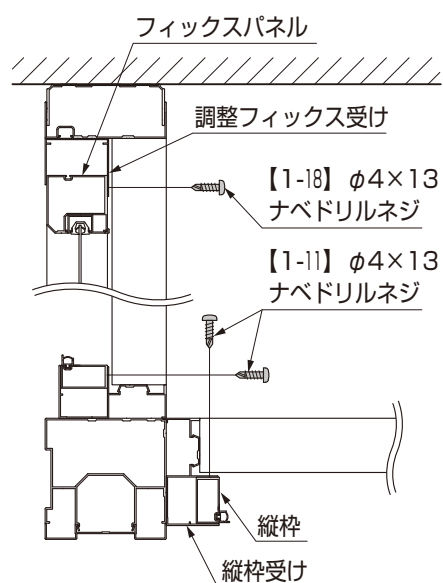
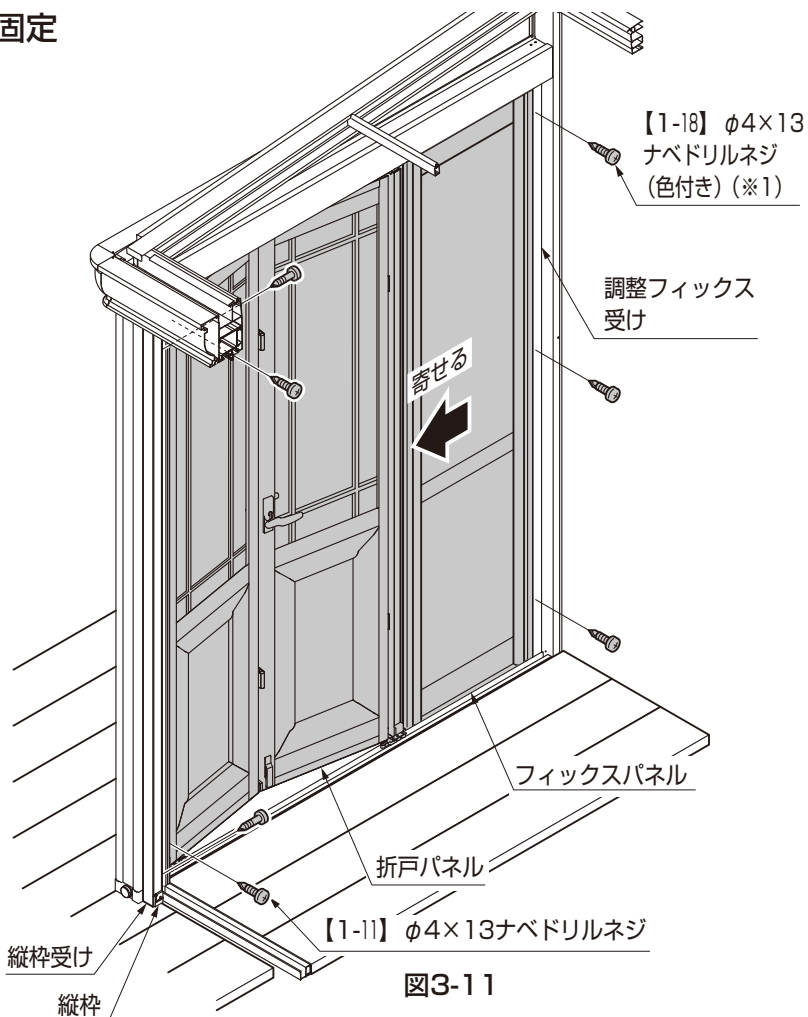

図3-12
図3-11
- すき間がある場合は、フィックスパネルを柱側に寄せて、すき間をなくしてください。(図3-11参照)
- ③ 縦枠と縦枠受けを【1-11】で固定してください。(図3-11、図3-12参照)
- ④ フィックスパネルを調整フィックス受けに【1-18】で固定してください。(図3-11、図3-12参照)